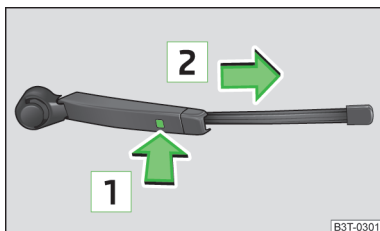

Fig. 195
- > Țineți brațul ștergătorului de partea superioară și apăsați siguranța » fig. 195.